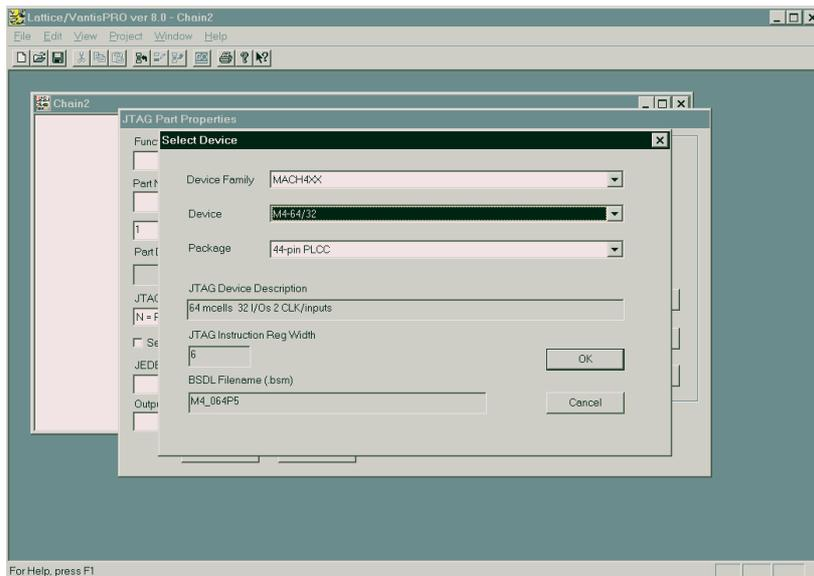

Figure 24
- Cliquer sur l'icône « Lattice VantisPRO ». Une nouvelle fenêtre s'ouvre. Aller dans « File » puis « New ». Aller dans « Edit » puis « Add Device ». Cliquer sur « Select Part » et choisir le CPLD M4-64/32 indiqué sur la figure 24.